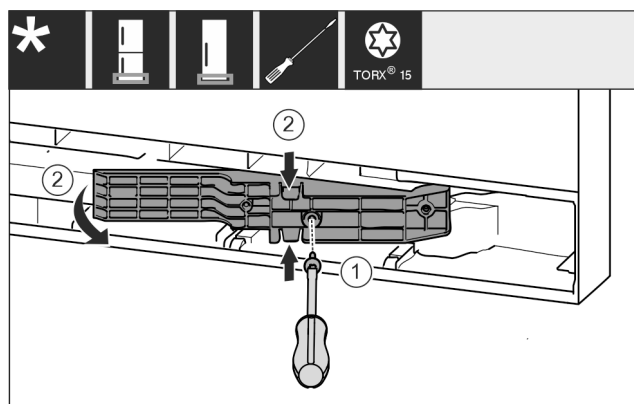

Fig. 16 *
- Schrauben mit Schraubendreher T15 lösen. Fig. 16 (1)*
- Adapterstück herausziehen. Fig. 16 (2)*